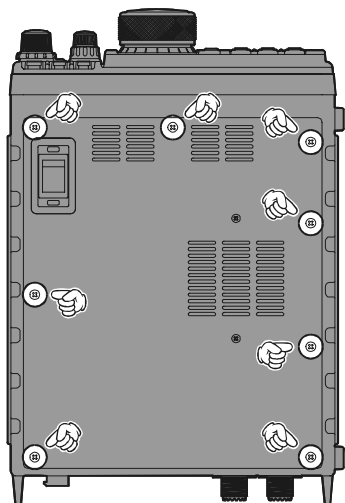

Figura 1
2. Tomando la Figura 1 como referencia, retire los ocho tornillos que sujetan la cubierta superior del transceptor y posteriormente, desconecte el conector del parlante en la Unidad Principal del radio.